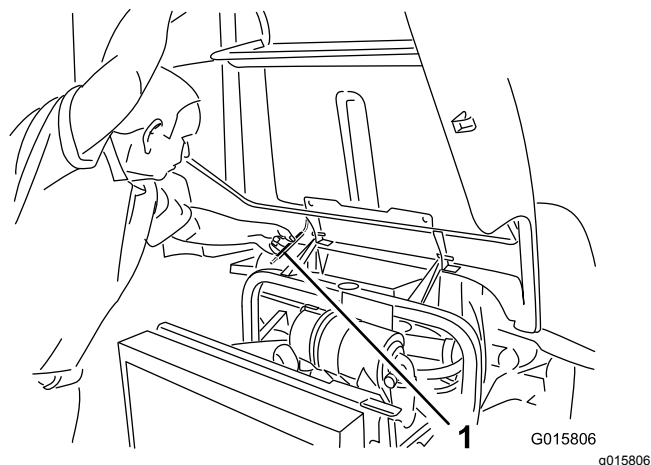

Bild 31
2. Heben Sie die Motorhaube an, bis Sie die Stützstange hinter das Rahmenrohr setzen können (Bild 31).